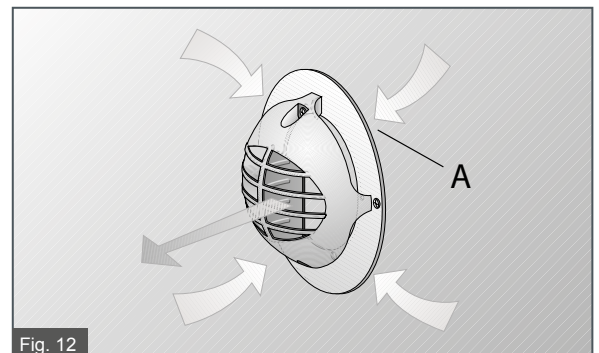

Fig. 12
L'aria necessaria alla combustione viene aspirata dalle fessure a contatto con il muro esterno (fig.12), che vanno pertanto attentamente lasciate libere evitando di cementare o di usare sigillanti di sorta.
**E' sempre preferibile montare il disco inox (A) fornito a corredo (fig.12).**